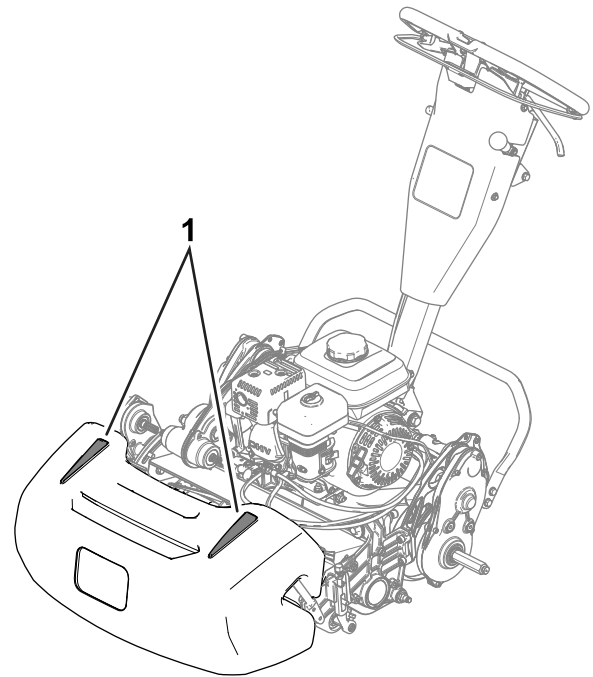

Figura 26
- Para ayudar a mantener una línea recta a través del green y mantener la máquina a la misma distancia de la pasada anterior, utilice las señales de alineación del recogedor (Figura 26).